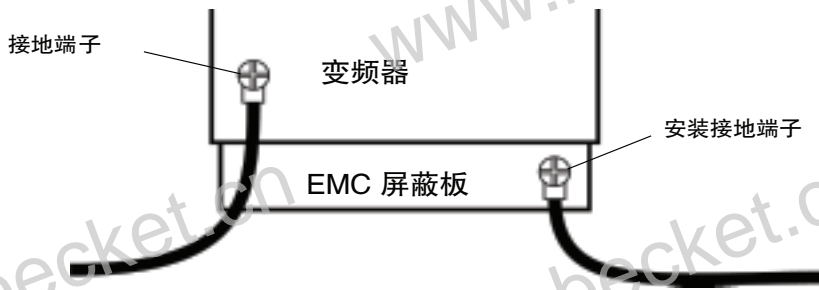

图 4
- (1) 请将变频器纳入盘内、外筐接地。根据机种不同, 在对变频器进行维护时, 穿过配线口手指可能会接触到充电部位, 请充分注意安全作业。
- (2) 变频器主电路用接地端子上请不要连接 2 根以上的电线。如确有需要, 请在 EMC 屏蔽板上另行配置接地端子并连接电线。(请参照图 4)另请参照 10.1 项中的附表。
- (3) 在变频器的输入侧安上无保险丝断路器。